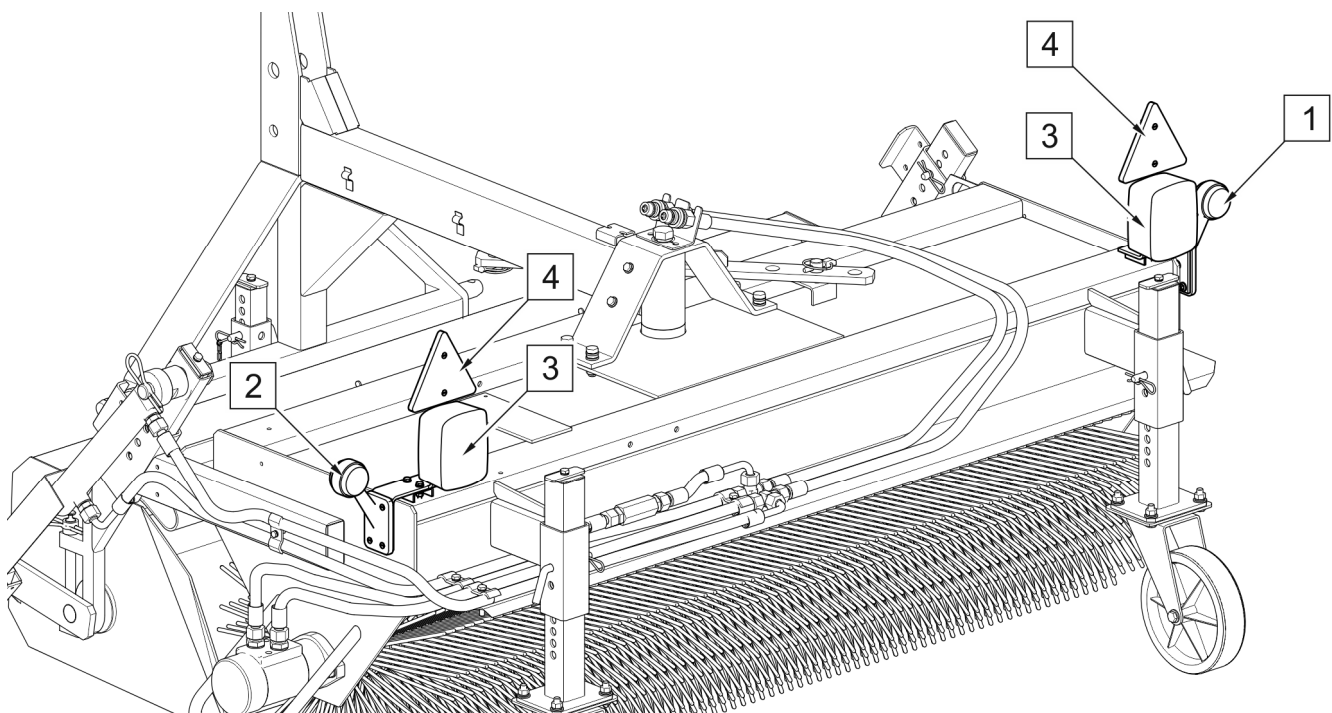
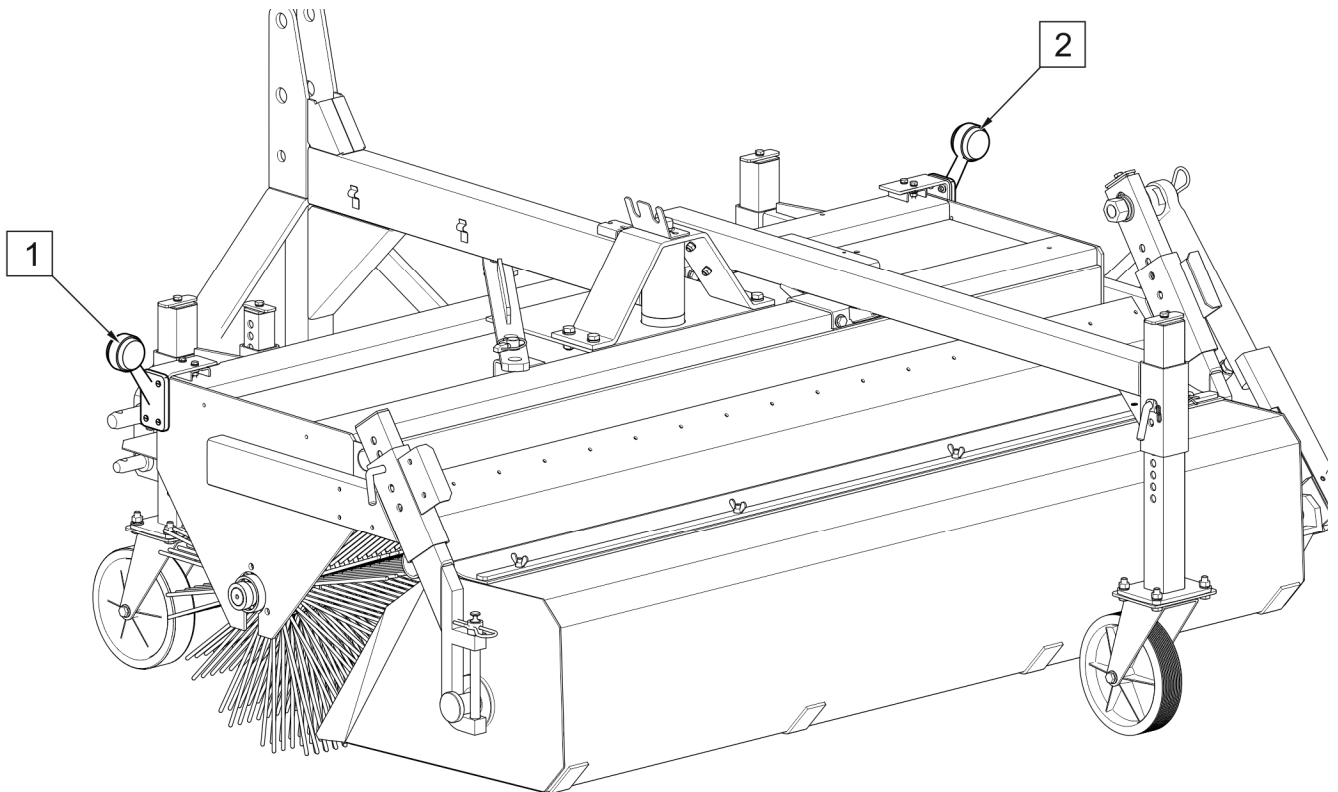

РИСУНОК 4.10 Додаткове освітлення підмітальної машини, що працює ззаду тягача
РИСУНОК 4.11Додаткове освітлення підмітальної машини, що працює спереду тягача (опція)
(1) - кронштейн; (2) - табличка для тихого руху (не входить в комплектацію машини)
- Якщо підмітальна машина закриває освітлення на задній частині тягача, слід використовувати додаткове освітлення (РИСУНОК 4.10). Для підмітальних машин, агрегованих у передній частині тягача, слід використовувати освітлення (РИСУНОК 4.11)